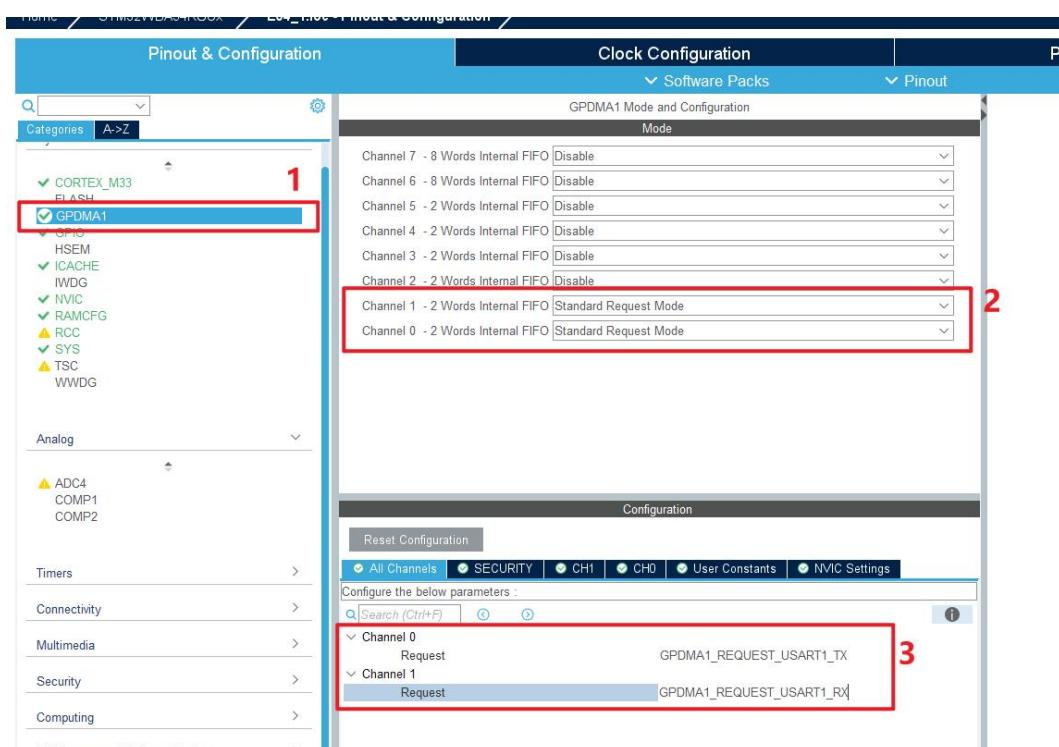
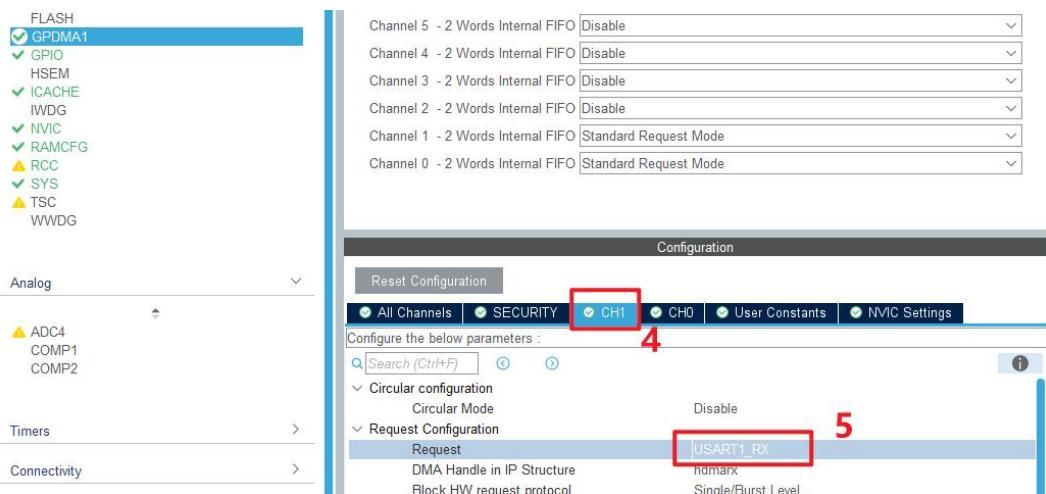
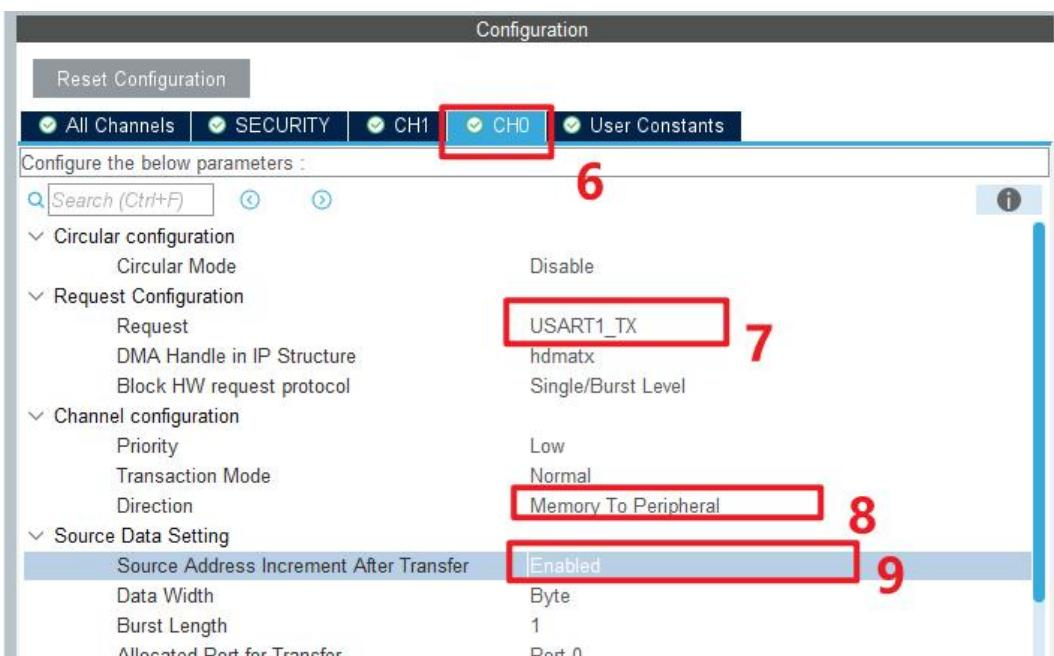

图 5.14
图 5.15
图 5.16
14. 配置 DMA。按照如图 5.14、图 5.15 和图 5.16 所示进行 DMA 配置，注意“序号 3”，写好参数之后，需要按 Enter 进行进行保存。